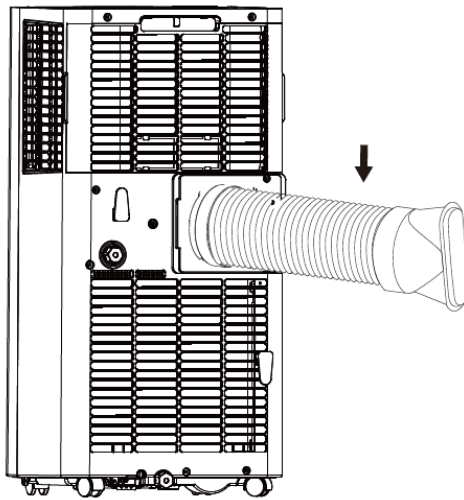

Fig.1
- Schroef de uitlaatlucht slang (met adapter) op de uitlaatluchtuitleat aan de achterkant van het apparaat (tegen de klok in, afb. 1).